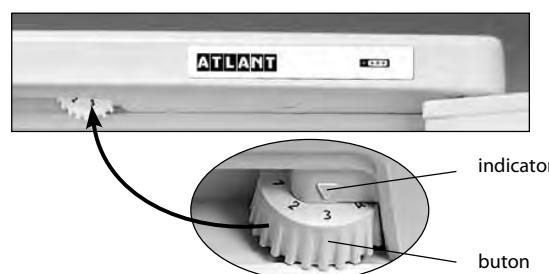

Figura 3 – Reglarea temperaturii
1.5 Elementul de reglare a temperaturii din frigider, în conformitate cu Figura 3 este butonul de reglare a temperaturii (numit în continuare – buton), care se află sub masca frigiderului. Butonul se rotește în sensul acelor de ceasornic sau în sensul contrar al acestora și are diviziuni numerice. Diviziunea "1" corespunde celei mai joase setări de temperatură (răcire minimă) în camera frigorifică, diviziunea "7" – celei mai înalte setări de temperatură (răcire maximă). Pentru a regula temperatura, fixați diviziunea butonului sub indicator.
Deschideți ușa CF și fixați sub indicator diviziunea "2" a butonului. Închideți ușa CF. Pentru setarea temperaturii optimale pentru păstrarea produselor în camera frigorifică, efectuați reglarea cu ajutorul butonului în conformitate cu figura 3. În cazul daca după ajustarea sau schimbarea condițiilor de exploatare compresorul a început să funcționeze continuu, este necesar de a roti rolă în direcția reducerii decalajului digital până când se fixează cu clic în termostat. După ajustare temperatura în frigider se menține în mod automat.